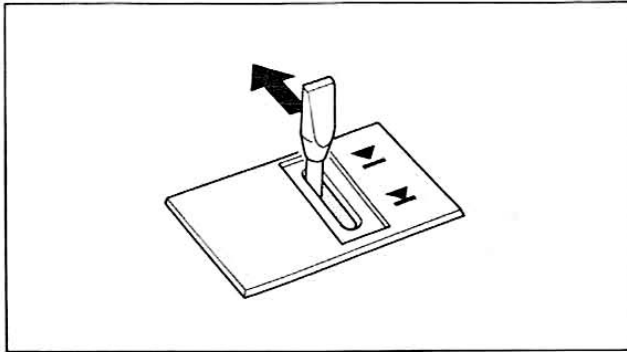

Fig. 15
7. To momentarily interrupt play and for cueing, use the cueing lever to raise or lower the tone arm without stopping turntable rotation. See fig. 15.
7. Um die Wiedergabe kurz zu unterbrechen und zum Überspringen den Cueing-Hebel verwenden. Auf diese Weise wird der Tonarm abgesenkt bzw. angehoben ohne die Plattentellerrotation zu stoppen (fig. 15).
7. Pour interrompre momentanément l'écoute et pour le captage précis au repère, utiliser le levier pilote pour relever ou abaisser le bras acoustique sans arrêter la rotation du plateau tourne-disque. Voir fig. 15.